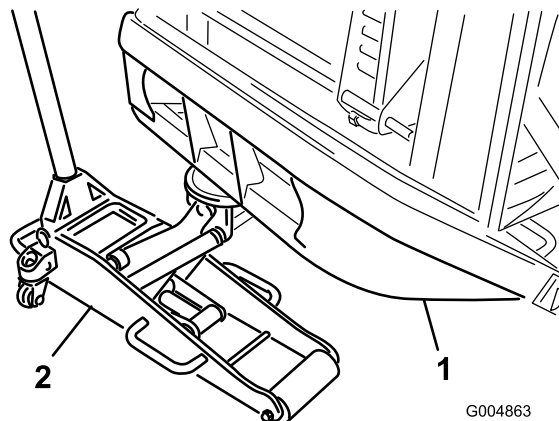

Figura 1
1. Coloque um apoio de solo adequado sob o tubo do para-choques traseiro e eleve os pneus do chão (Figura 1).